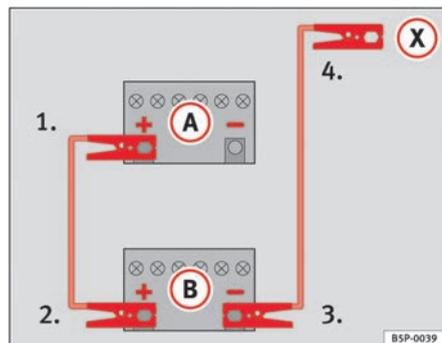

Fig. 202 Schema per il collegamento dei cavi per l'avviamento di emergenza
Nella ⇒ fig. 202 **A** indica la batteria scarica, e **B** la batteria carica.
1. Collegare un'estremità del cavo rosso al polo positivo ⇒ fig. 202 **+** del veicolo con la batteria scarica ⇒ ⚠.